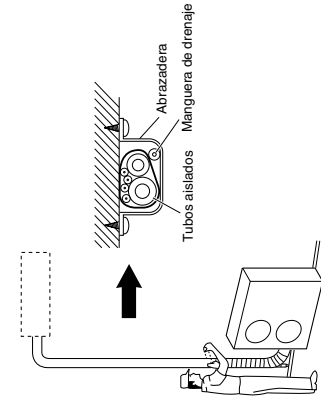

Fig. 6-8
- (1) En este momento, a los tubos de refrigerante (y el cableado eléctrico si lo permiten las regulaciones locales) se les debe colocar la cinta conjuntamente con cinta blindada en 1 agrupamiento. Para evitar que rebese la condensación por la bandeja de drenaje, mantenga separada la manguera de drenaje de la tubería de refrigerante.
- (2) Envuelva la cinta blindada desde la parte inferior de la unidad exterior hasta la parte superior de la tubería por donde entra en la pared. A medida que envuelva la tubería, superponga la mitad de cinta a cada vuelta que dé.
- (3) Fije el grupo de tubos a la pared utilizando 1 abrazadera aproximadamente a cada metro. (Fig. 6-8)